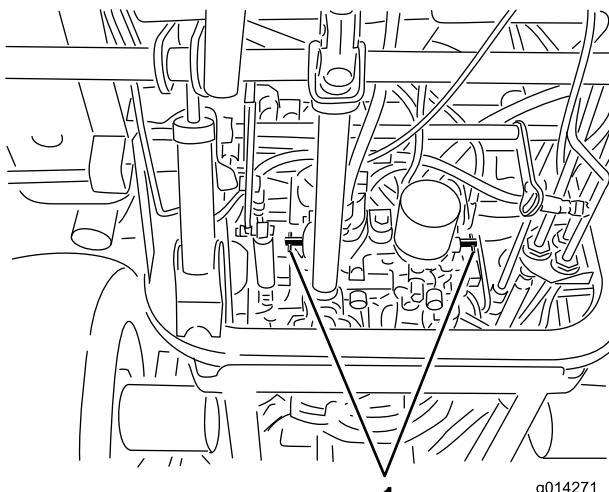

Рисунок 19
- Поверните каждый перепускной клапан на 1 оборот против часовой стрелки (Рисунок 19).
Поверните каждый перепускной клапан на 1 оборот по часовой стрелке и от руки затяните их (с моментом примерно 8 Н·м) (Рисунок 19).